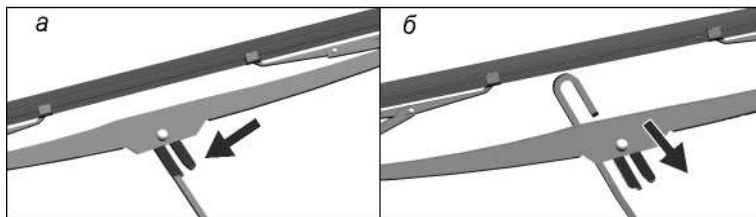

Рис. 3.55. Замена щеток стеклоочистителей стекол
- отожмите адаптер щетки (рис. 3.55 а) и сдвиньте щетку вниз по рычагу до выхода адаптера из крюка рычага (рис. 3.55 б).